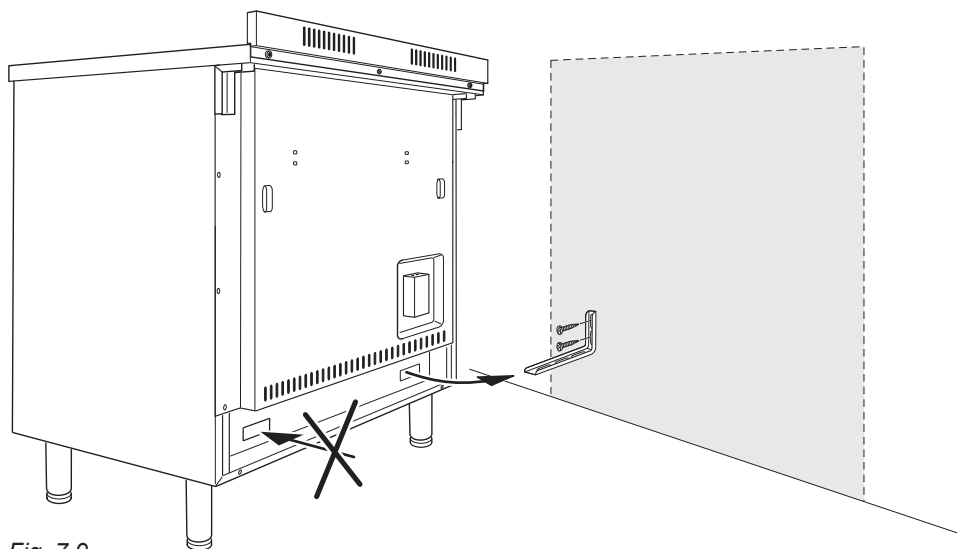

Fig. 7.9
1. När du har valt plats för spisen markeras placeringen för de två skruvarna till anti-tippbeslaget på väggen. Se Fig. 7.9.
4. Flytta spisen mot väggen och justera höjden på anti-tippbeslaget med hålen på spisen. Se Fig. 7.9.